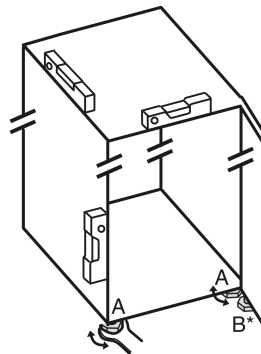

Fig. 8
- ▶ Seřizovací nožky Fig. 8 (A) vyšroubujte pomocí přiloženého vidlicového klíče a pomocí vodováhy, dokud nebude spotřebič pevně vyrovnaný.
- ▶ Seřizovací nožku Fig. 8 (B) na stojanu ložiska vytáčejte pomocí přiloženého vidlicového klíče, až dosedne na zem.
- ▶ Seřizovací nožku Fig. 8 (B) otáčejte dál o 90°.